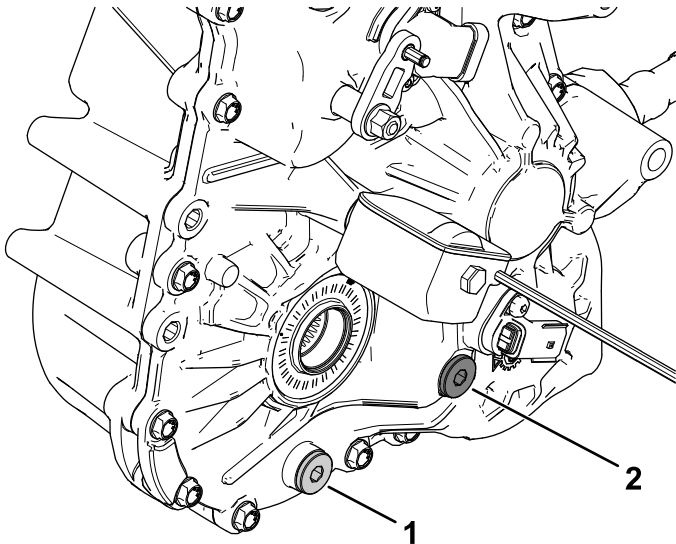

Figure 79
4. Enlevez le bouchon de remplissage de la boîte-pont (Figure 79).
5. Si le niveau de liquide est trop bas, enlevez le bouchon de remplissage et ajoutez le liquide spécifié jusqu'à ce qu'il ressorte par l'orifice (Figure 79).
1. Placez un bac de vidange sous le bouchon de vidange (Figure 79).
2. Retirez le bouchon de remplissage (Figure 79).
3. Enlevez le bouchon de vidange pour permettre à tout le liquide de s'écouler (Figure 79).